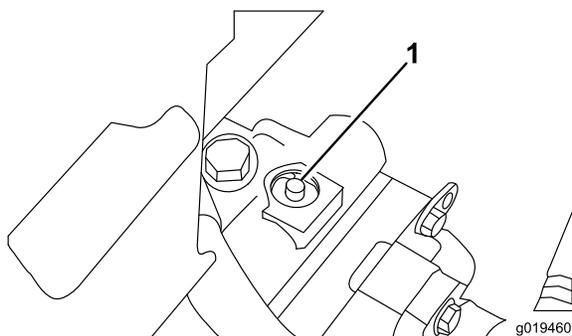

Figura 37
1. La válvula de desvío está situada encima de la bomba de desplazamiento variable (Figura 37). Gire la válvula 90° en cualquier sentido para abrirla y dejar pasar el aceite internamente. Puesto que el aceite se desvía, la máquina puede ser movida lentamente sin dañar la transmisión.